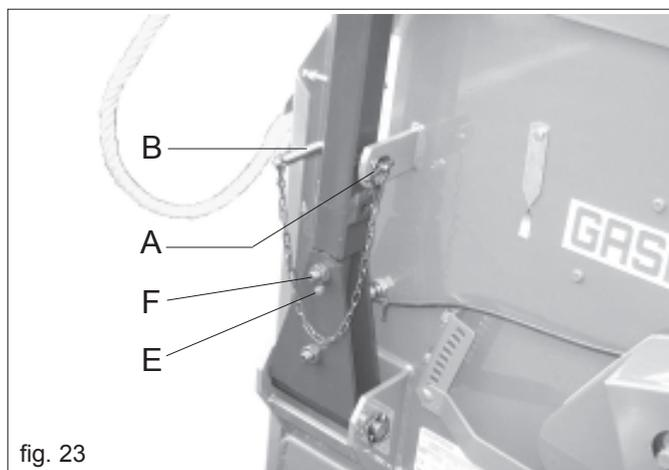
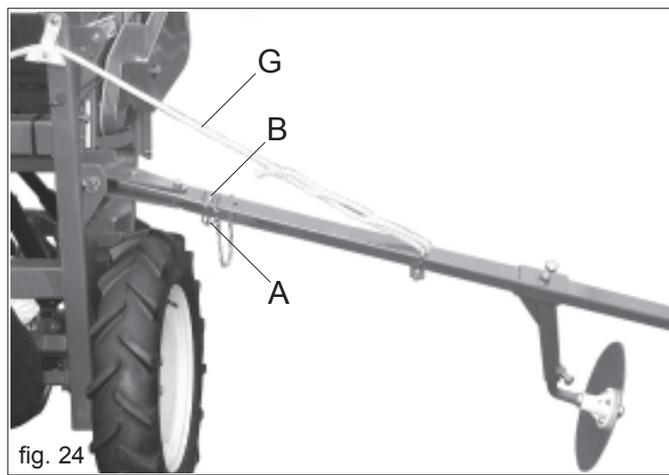

fig. 23
fig. 24
- 1) Die Splinte (A) herausziehen und den Riegel (B) entfernen (Abb. 23).
- 2) Den Spurreißerarm absenken, indem der linke Arm im Uhrzeigersinn und der rechte Arm gegen den Uhrzeigersinn um ca. 60° gedreht wird; dann den Arm wieder mit dem Riegel (B) in der unteren Bohrung blockieren, wie auf Abbildung 24 dargestellt ist.
Es besteht die Möglichkeit, den Spurreißerarm mit einer Sicherheitsvorrichtung auszustatten, die die Struktur des Armes bei Stößen gegen Hindernisse schützt. Dazu wird gemäß Abbildung 23 die Schraube M12 (F) entfernt und es wird eine Schraube M5 (E) installiert. Bei starken Stößen gegen Hindernisse bricht die Schraube M5 und der Arm kann sich nach hinten drehen, was eine Beschädigung der Struktur verhindert.
**Die Seile derart regulieren, daß sie während des Betriebs der Maschine stets gespannt bleiben (G Abb. 24). Während dem Transport die Spurreißerarme durch den Stift (A, B Abb. 23) in senkrechter Lage blockieren.**